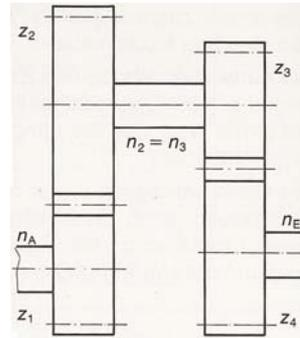

Abb.3: Getriebe SG1
- 27) Berechne zu nebenstehendem Getriebe SG1 (Abb.3) die fehlenden Tabellenwerte: (Umdrehungsfrequenzen in 1/min) (A: Anfang, E: Ende)